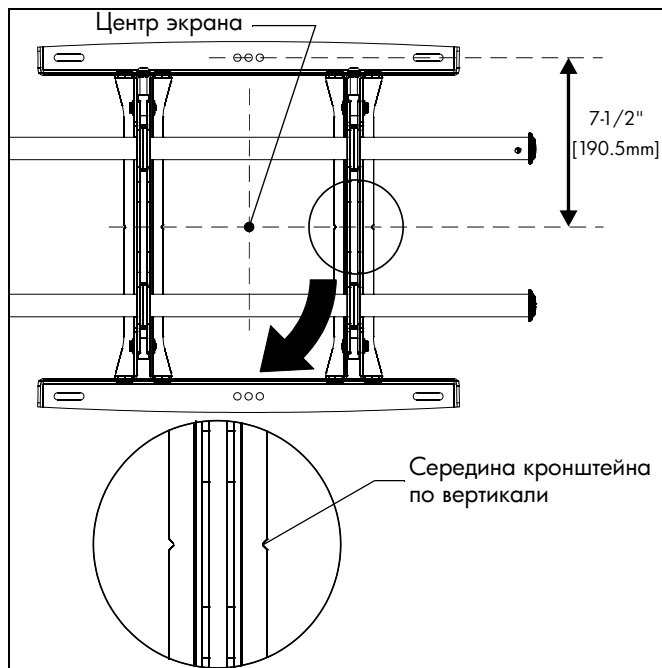

рис. 1
3. Совместите прорезы на креплении с отметкой середины экрана, чтобы определить середину по вертикали. (См. рис. 1)
2. Совместите прорезы на креплении с отметкой середины экрана, чтобы определить середину по вертикали. (См. рис. 1)
3. Отмерьте 190,5mm (7-1/2") вверх от средней линии и отметьте место верхнего монтажного отверстия. (См. рис. 1)